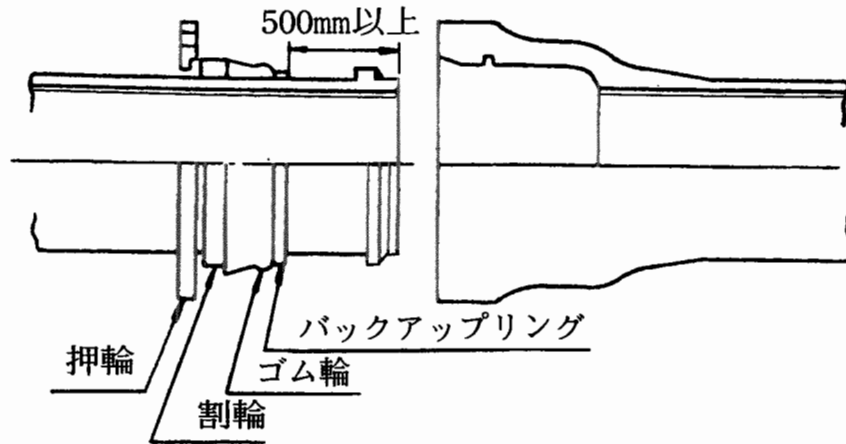

図14 接合部品のセット位置
- (2) 接合形式のゴム輪の表示(S)を確認し、ゴム輪を清掃してゴム輪内面に滑剤を塗り、図14のように挿し口へセットする。
- (3) バックアップリングをきれいに清掃して、挿し口へセットする(バックアップリングについている補強板が挿し口端面側になるよう注意する)。